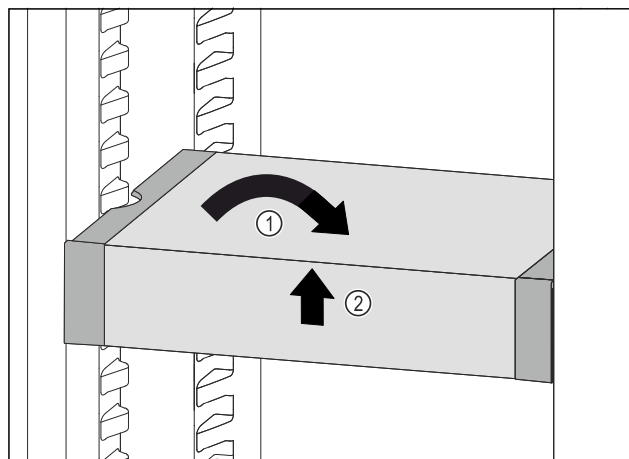

Fig. 103
- ▶ VarioSafe postavte rovno. Fig. 103 (1)
- ▶ VarioSafe nadvihnite vpredu. Fig. 103 (2)